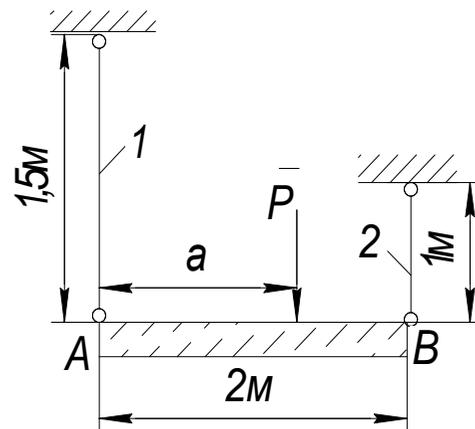

Рис.2.5
2.9. Жесткий брус АВ, деформацией которого можно пренебречь, горизонтально подвешен на тросах 1 и 2. Трос 1 – стальной, круглого сечения, диаметром 20 мм, трос 2 – медный, тоже круглого сечения, диаметром 25 мм. На каком расстоянии  $a$  от угла А нужно поместить груз  $P$ , чтобы и после деформации брус АВ остался горизонтальным? Чему в этом случае будут равны напряжения в тросах, если  $P = 30 \text{ кН}$ ? (рис.2.5)